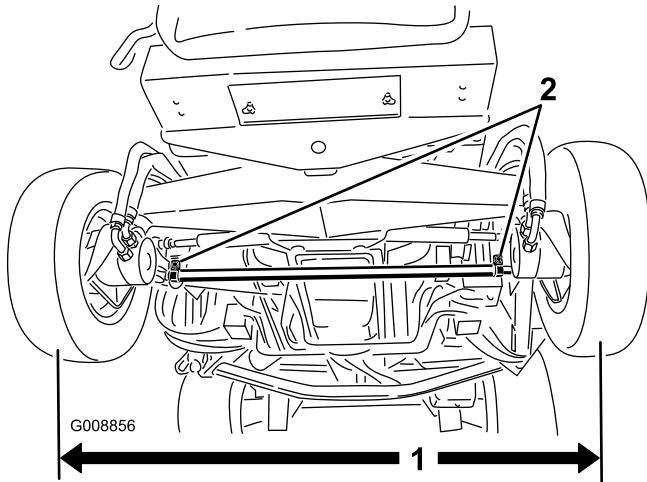

図 76
1. 後輪の前と後ろで、左右のタイヤの中央線間距離を測るアクスルの高さ位置で計測図76。
2. 調整は、まずタイロッド両端のクランプをゆるめる図76。